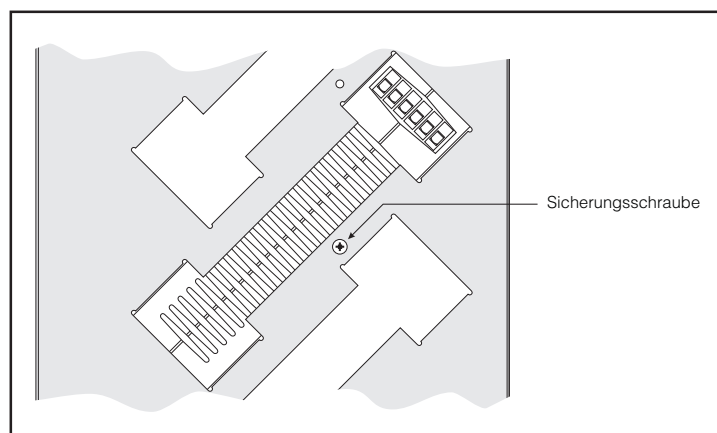

Abb.1-1: Position der Sicherungsschrauben (linke Seitenansicht).
5. Entfernen Sie, sofern verwendet, die Sicherungsschrauben an der linken Seite des Moduls (siehe Abb.1-1).
2. Falls erforderlich, sichern Sie das Modul durch eine Sicherungsschraube an der linken Seite des Einschubrahmens (siehe Abb.1-1).